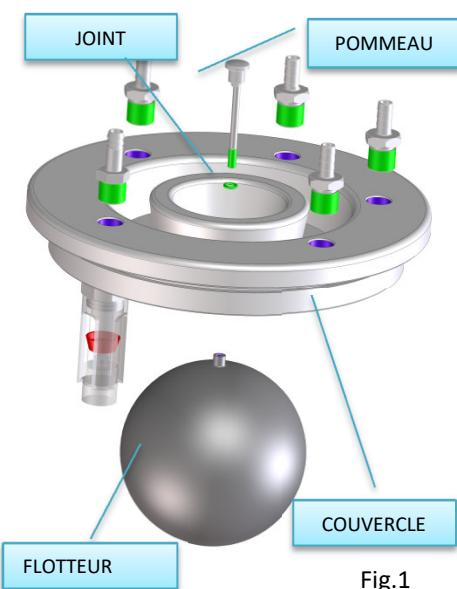

Fig.1
- Procéder au montage du flotteur de sécurité (fig. 1) en enfiler le pivot muni de garniture dans le trou spécial au centre du couvercle du bac. Insérer ensuite le flotteur sous le couvercle en le vissant complètement au pivot.